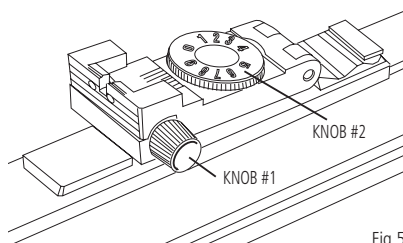

Fig 5
- Si le projectile est à gauche de la cible, tourner le KNOB1 dans le sens des aiguilles d'une montre. (Fig. 5)
- Si le projectile est à droite de la cible, tourner le KNOB1 dans le sens contraire des aiguilles d'une montre. (Fig. 5)
- Si le projectile est trop haut, tourner KNOB2 dans le sens des aiguilles d'une montre. (Fig. 5)
- Si le projectile est trop bas, tourner KNOB2 dans le sens contraire des aiguilles d'une montre. (Fig. 5)